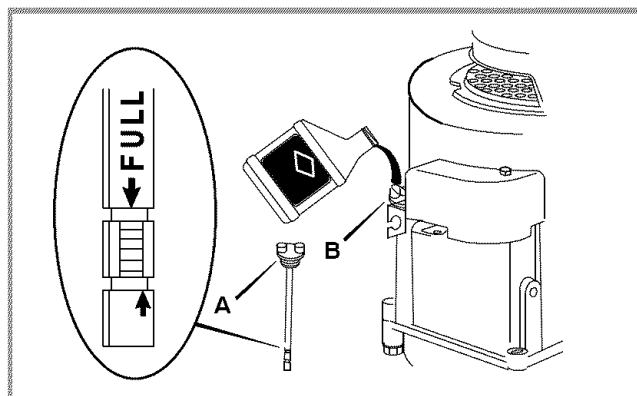

Figura 6: Llenado de Aceite
- Asegúrese de que el motor esté nivelado. Retire la varilla indicadora de nivel de aceite (A) de la boca de llenado del motor (B).
- Asegúrese de que el nivel de aceite esté en la marca FULL (LLENO) que figura en la varilla indicadora (ver Figura 6).
- Verifique el nivel de aceite diariamente o después de cada ocho (8) horas de operación.
- 6 Llene de aceite hasta la marca FULL (LLENO) que figura en la varilla indicadora (ver Figura 6). Vierta el aceite lentamente. No lo llene en exceso.